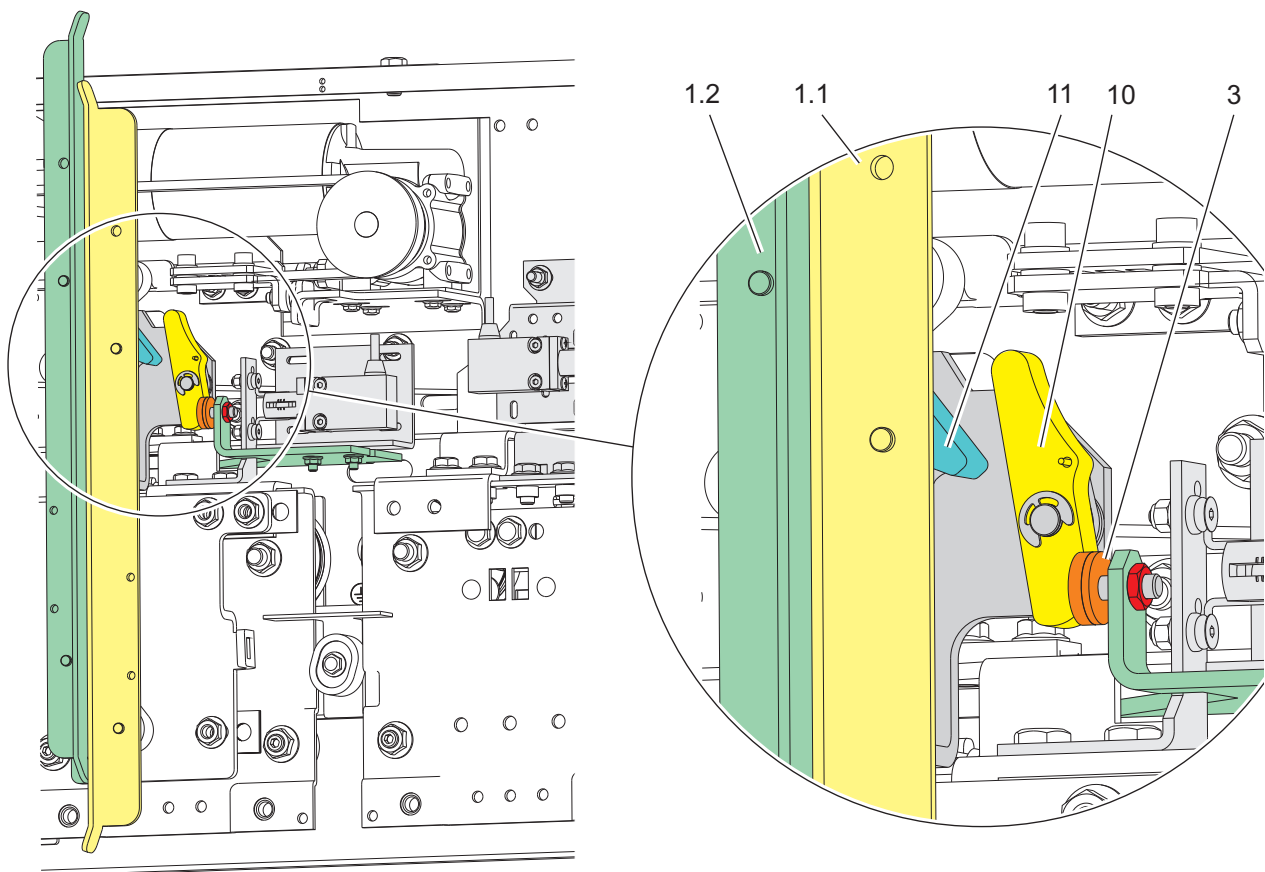

Abb. 46
- Verfahren wie bei Abb. 46 beschrieben